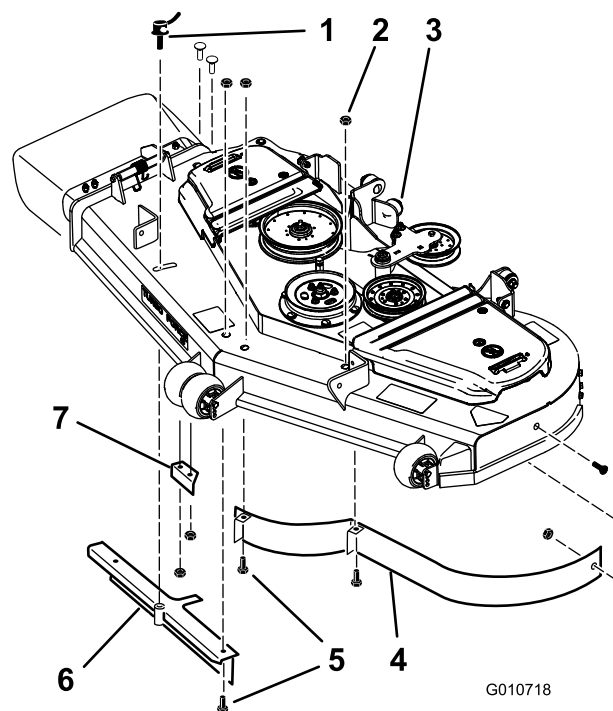
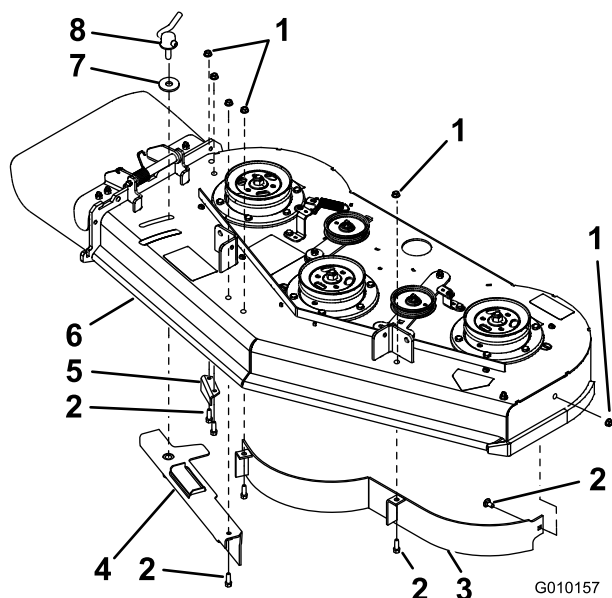

Figure 5
Figure 6
1. Enlevez les écrous à embase qui fixent les déflecteurs en place (Figure 5 ou Figure 6).
2. Enlevez le verrou à cames assorti de la rondelle en le dévissant du déflecteur d'éjection réglable (Figure 5 ou Figure 6).
3. Enlevez les six boulons qui fixent les déflecteurs en place (Figure 5 ou Figure 6).
4. Une fois le déflecteur d'éjection retiré, remettez les boulons et écrous en place sur le tablier de coupe (Figure 5).